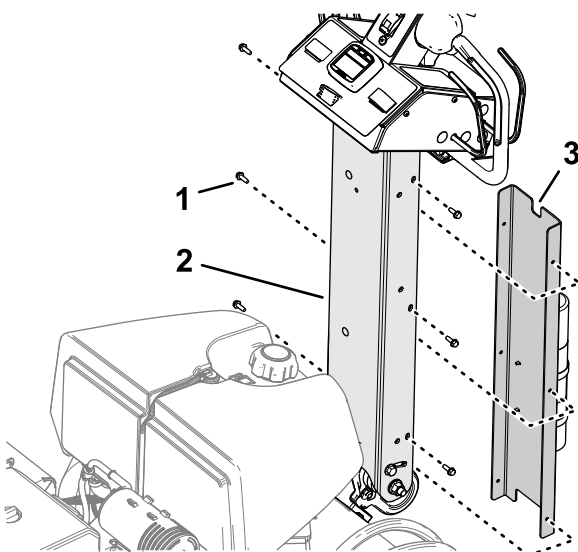

Figure 12
1. Installez le couvercle du timon en plaçant le petit cran en haut (Figure 12).